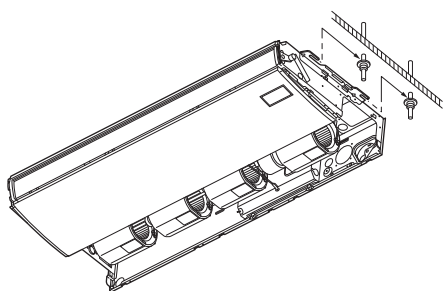

Fig. 3-14
- b) Soulever l'unité intérieure, et la placer sur les rondelles à travers les encoches pour la fixer en place. (Fig. 3-14)